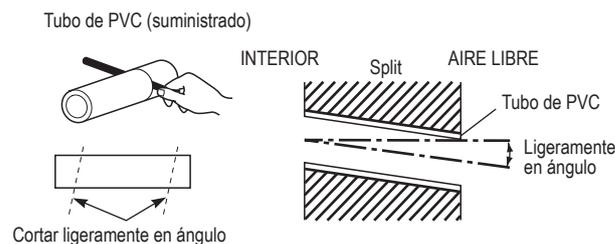

Fig. 4-19
- (9) Medir el espesor de pared de dentro afuera y cortar tubo de PVC con un ligero ángulo para encajar. Insertar el tubo de PVC en la pared. (Fig. 4-19)